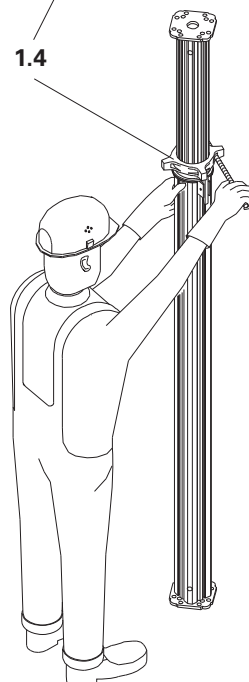

Fig. 23
- Lubricar las placas de deslizamiento regularmente para facilitar la operación. (Fig. 23)